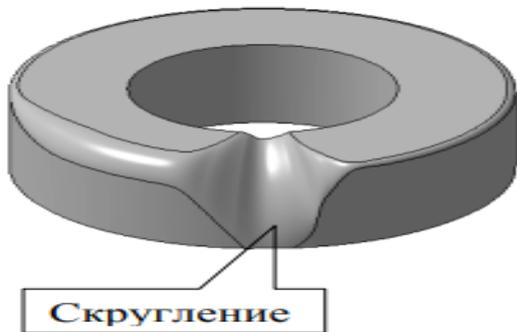

Рис. 5
19. При использовании каких опций операции **Скругление**, расположенной на Панели инструментов Редактирование детали, в системе КОМПАС-3D можно построить сплошное скругление сложной формы вдоль кольцевого ребра торцевой поверхности втулки (см. рис. 5)?
Скругление Рис. 5